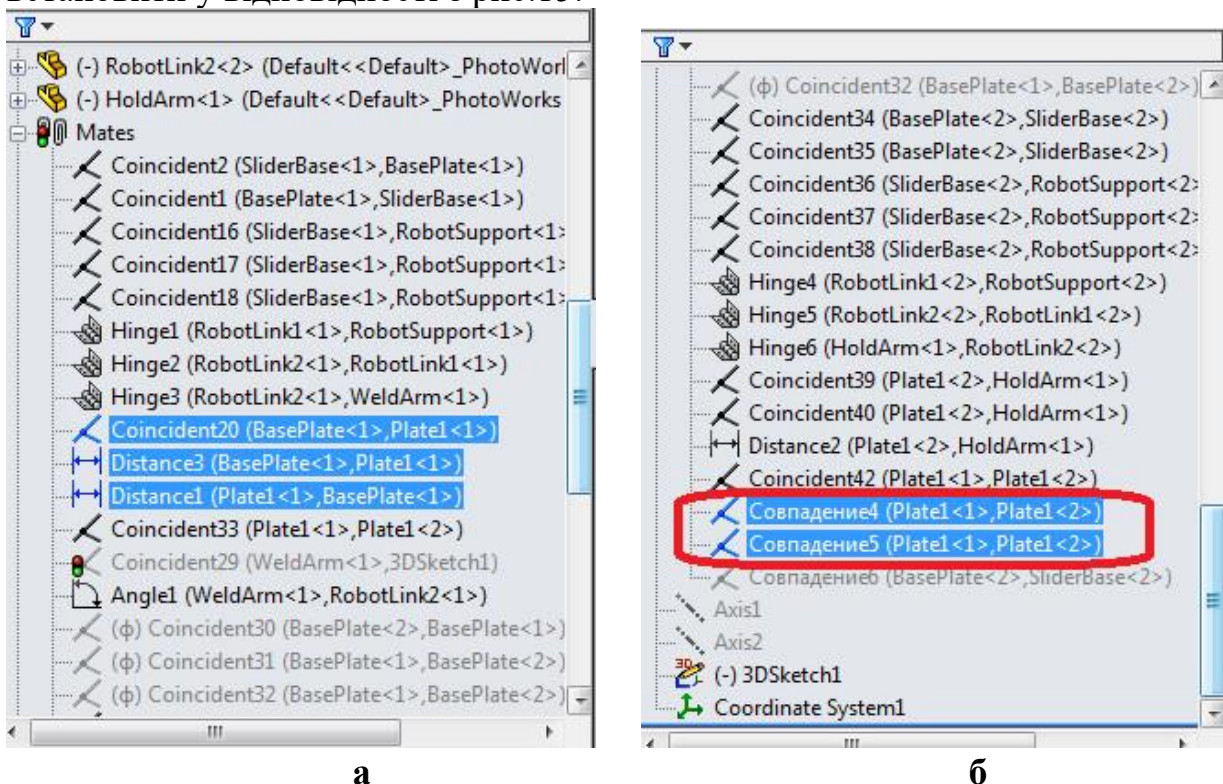

Рис. 16. а- спряження до задачі 8; б – спряження до дії 9.
6.5. Створення задачі 8 «Спряження погасити» - задача аналогічна задачі 2 за виключенням того, що потрібно погасити 3 спряження, що показані на рис. 16,а. Тригери, умови, елементи, дії, значення, тривалість і профіль встановити у відповідності з рис.15.
6.5. Створення задачі 8 «Спряження погасити» - задача аналогічна задачі 2 за виключенням того, що увімкнути (висвітлити до того погані) 2 спряження, що показані на рис. 16,б.